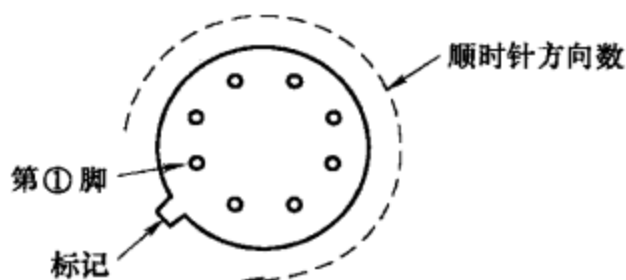

图 7-13
圆形金属壳封装集成电路的引脚如图 7-13 所示。识别时首先找出集成电路的定位标记，定位标记一般为管键、色点和定位孔等。然后将集成电路引脚朝上，从定位标记开始按顺时针方向依次为①、②、③……脚（将引脚朝下时即为按逆时针方向数）。